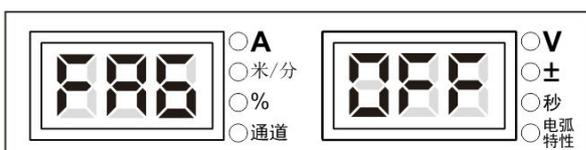

图3-36 FA6 显示界面
1. 进入内部菜单，调节焊接电源面板旋钮至 FA6，如图 3-36 所示。